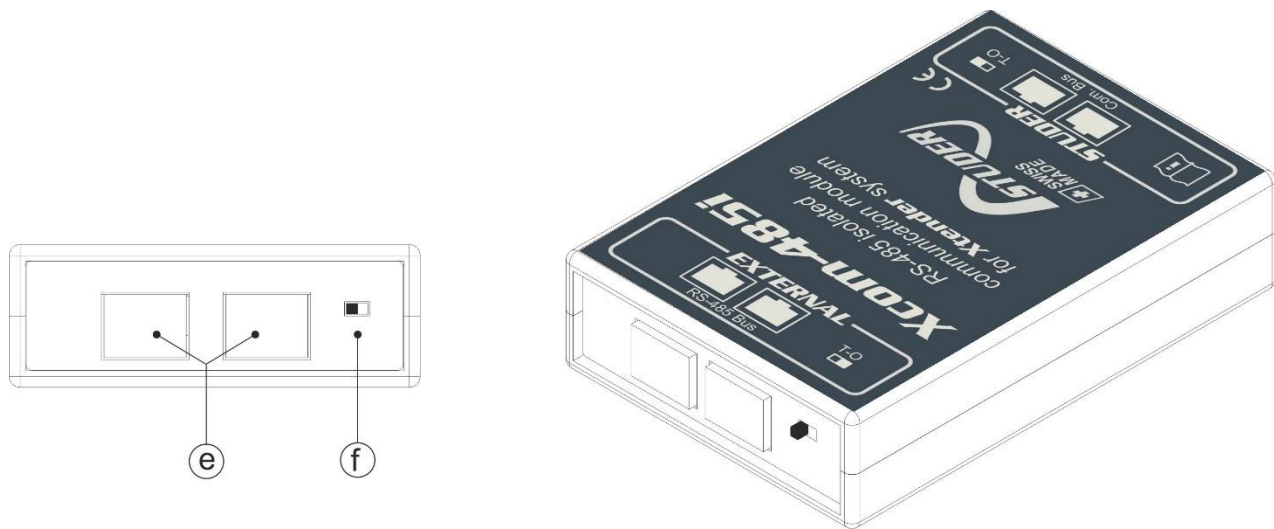

Abbildung 4: Rückansicht und isometrische Ansicht des Xcom-485i
(f)	<p>Schalter für RS-485-Terminierung</p> <p>Dieser Schalter aktiviert oder deaktiviert die Terminierung des Kommunikationsbusses. Die Terminierung ist standardmäßig aktiviert. In Abbildung 4 ist die Terminierung aktiviert (T). Legen Sie den Schalter korrekt um: wenn nur ein Kabel an Port E angeschlossen ist, stellen Sie den Schalter auf T (Abschluss aktiv). Wenn zwei Kabel an Port E angeschlossen sind (Xcom-485i an zwei andere Geräte angeschlossen), muss der Schalter auf Position O (offen) stehen.</p>